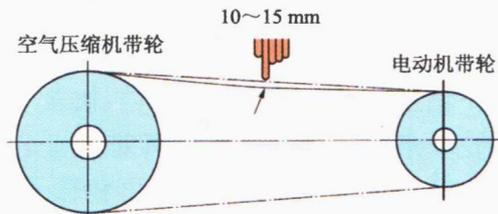

图 1-7 检查、调整传送带松紧度
- (4) 如图 1-7 所示，每月检查、调整传送带松紧度。在两带轮中点施力（3 ~ 4.5 kgf，1 kgf ≈ 9.8 N），传送带须下降 10 ~ 15 mm。